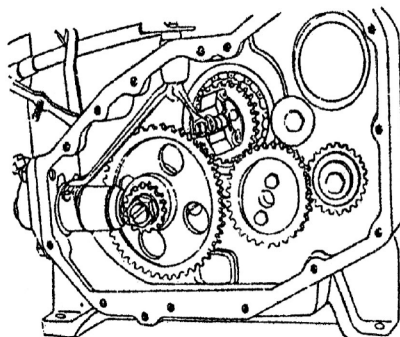

рис. 6
2. При установці колінчастого вала, Маховиковим врівноважує механізму і розподільного вала на блок циліндра, абсолютно необхідно, щоб мітки на всіх шестернях були поєднані один з одним, як показано на Рис. 6.